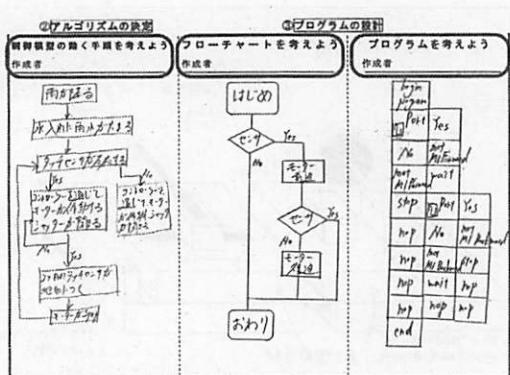

図7 プログラム作成のためのワークシート
技術分野では言語活動を意識した図化する作業を、さまざまな内容で取り入れている。特に、プログラムによる計測・制御では、ロボットを動作させるためのプログラム作成のために、動作手順をアルゴリズムやフローチャートなどで表現し、思考を可視化することで、言語活動を意識した学習内容を設定した。図7が、プログラム作成時に、アルゴリズムからフローチャート、プログラムの関係を可視化し思考させるためのワークシートである。
①システムの分析
- ②アルゴリズムの作成
- ③フローチャートの作成
- ④プログラムの作成
- ⑤プログラムのテスト
これらの工程②から④が、図7の「ロボットの動きを考えよう」から「プログラムをつくろう」に該当する。②では、ロボットの作業手順を文字や矢印を使って表現する。
③では、②をフローチャートを用いて情報処理の手順として図化する。④では、既存の知識であるプログラム処理のコマンドを使って表現する。いわば作業工程そのものが文字から図化する工程だといつても過言ではない。そこで、生徒自身が自分の考えを整理し、よりよいアイデアがないか思考するのである。